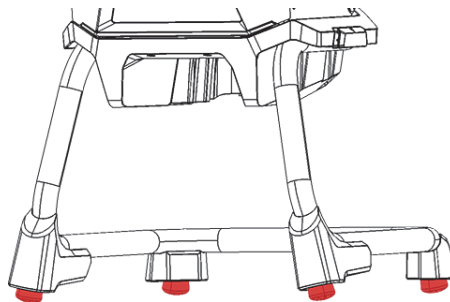

Figure B-9 Poste de travail – Boutons de nivellement
5. Au besoin, utilisez les boutons de nivellement du poste de travail pour le mettre à niveau et le stabiliser (voir Figure B-9 à la page 118).